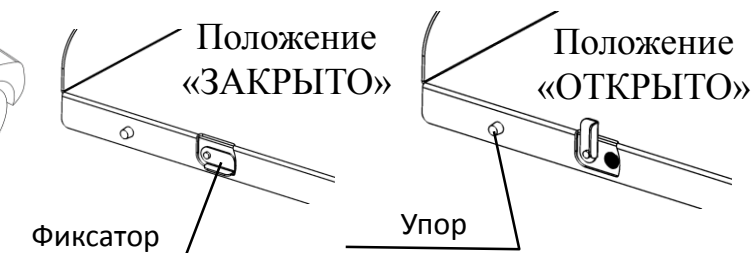

Рис.3
- Отрегулировать резиновые упоры (вывернуть или завернуть рукой) таким образом, чтобы они упирались в закрытый задний борт грузового отсека (рис.3). Закрыть задний борт. **ВНИМАНИЕ! Запрещена эксплуатация платформы с открытым задним бортом!**